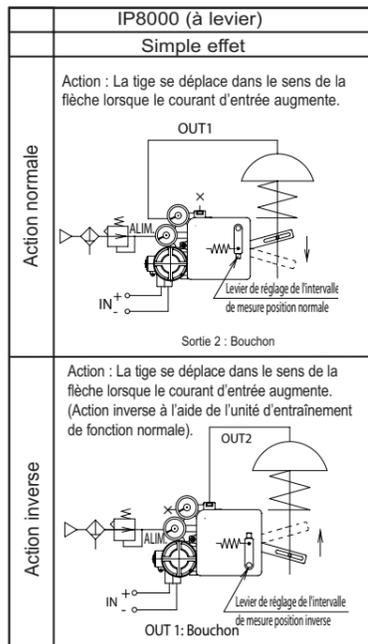

Fig.6 Action normale / inverse
- (1) Assurez-vous que le tube est correctement raccordé à l'orifice d'alimentation de pression et aux orifices de sortie 1 et sortie 2.
- (2) Assurez-vous que l'actionneur et le positionneur sont solidement raccordés.
- (3) Contrôlez que le levier de réglage d'intervalle du retour interne est fixé sur la position correcte (directe ou inverse) (consultez la Fig.6).
- (4) Vérifiez le blocage de la vis de sélection auto/manuelle du pilote (complètement serrée dans le sens horaire).
- (5) Assurez-vous que les câbles sont correctement connectés aux bornes (+), (-) et aux bornes de terre.